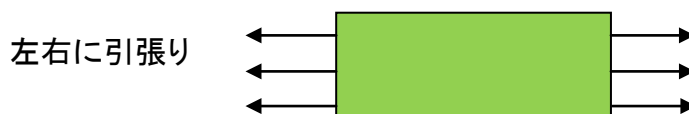

図 3
- ・ 図3に示す形状の場合、均一に引っ張るための境界条件を考えて見て下さい。**複数の方法があります**。コーヒブレイク時の頭の体操にどうぞ。